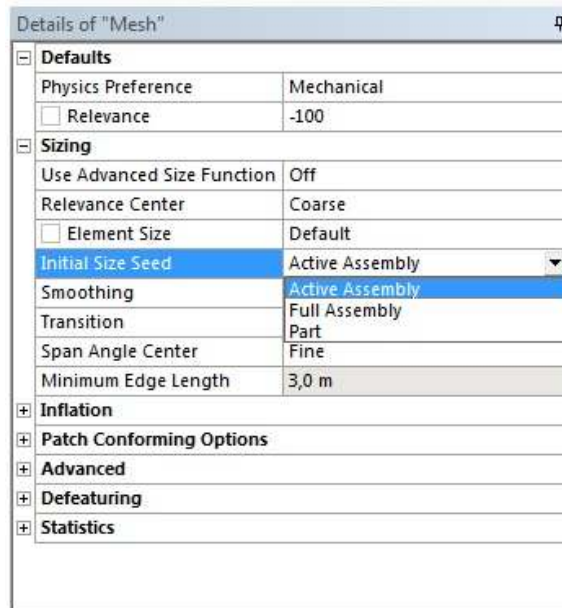

Рис. 6.13. Параметр *Initial Size Seed* у вікні *Details of Mesh*
4. Джерело вихідного розміру *Initial Size Seed* вказує компонент геометрії, для якого визначається початковий розмір елементів всієї збірки чи її частини (рис. 6.13).